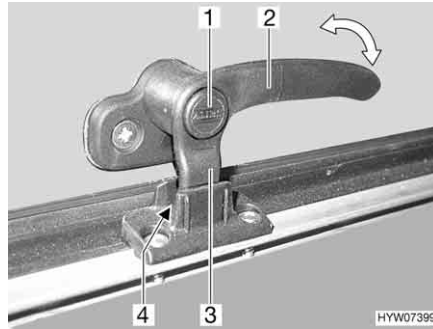
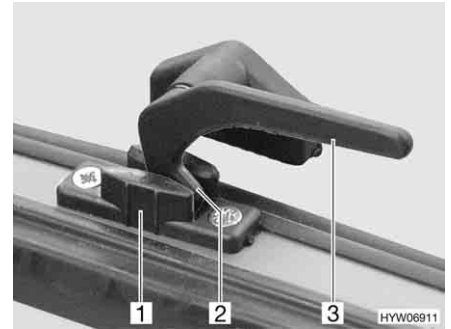

Bild 60 Verriegelungshebel mit Sicherungsknopf in Stellung "Dauerbelüftung"
Bild 61 Verriegelungshebel in Stellung "Dauerbelüftung"
- in Stellung "Dauerbelüftung" (Bild 60 und Bild 61)
- Wenn vorhanden, Sicherungsknopf (Bild 60,1) drücken und gedrückt halten.
- Den Verriegelungshebel (Bild 60,2 oder Bild 61,3) eine viertel Umdrehung zur Fenstermitte hin drehen.
- Den Verriegelungshebel wieder zurückdrehen. Die Verriegelungsnase (Bild 60,3 oder Bild 61,2) am Verriegelungshebel dabei in die Aussparung der Fensterverriegelung (Bild 60,4 oder Bild 61,1) einfahren.
- Wenn vorhanden, Sicherungsknopf (Bild 60,1) loslassen.